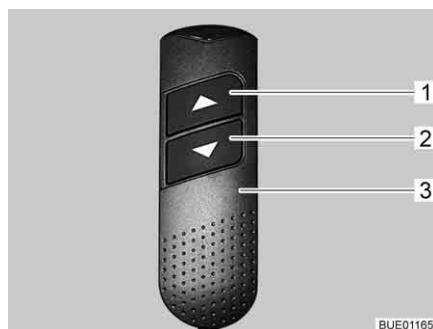

Fig. 102 Elemento di comando (letto basculante)
- Sull'elemento di regolazione (Fig. 102,3) premere contemporaneamente i due tasti freccia (Fig. 102,1 e 2) e tenerli premuti fino a quando il letto basculante non si è spostato completamente verso il basso. Una volta rilasciati i tasti viene emesso un segnale acustico di conferma.
- Sull'elemento di regolazione (Fig. 102,3) premere il tasto freccia inferiore (Fig. 102,2) e tenerlo premuto fino a quando il letto basculante non ha raggiunto la posizione finale in basso.
- Sull'elemento di regolazione (Fig. 102,3) premere il tasto freccia superiore (Fig. 102,1) e tenerlo premuto fino a quando il letto basculante non ha raggiunto la posizione finale in alto.
- Portare leggermente il letto basculante con i tasti freccia (Fig. 102,1 o 2) nella direzione opposta.